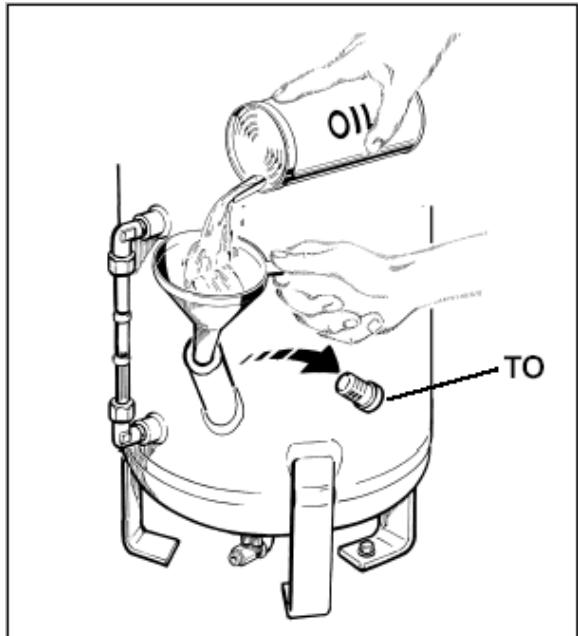

рис.16.
- Отвинтить пробку маслоналивной горловины **TO**, не потеряв при этом уплотнительную прокладку (**рис.16**).